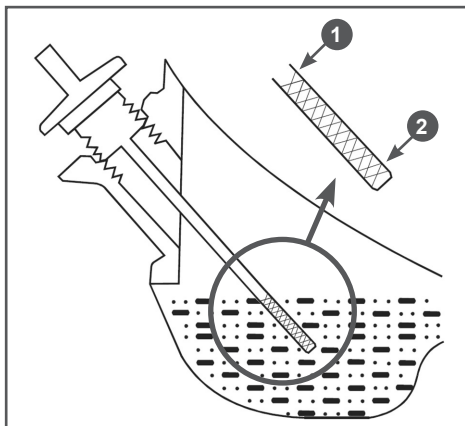

Рис. 7 Проверка уровня масла в картере
4. Установите крышку-щуп в отверстие горловины, не закручивая его (Рис. 7).
5. Аккуратно вытащите щуп и осмотрите его. Уровень масла должен соответствовать верхней отметке 1 на щупе (Рис. 7).
3. Протрите щуп насухо и вставьте в отверстие горловины, не закручивая (Рис. 7).
4. Аккуратно извлеките щуп и осмотрите его. Уровень масла должен соответствовать верхней отметке 1 на щупе (Рис. 7).
При недостаточном уровне масла в картере необходимо долить чистое масло до верхней отметки 1 на щупе (Рис. 7).